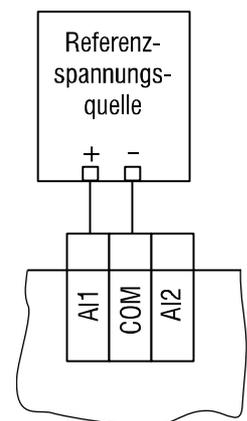

Fig. E.1
1. Schliessen Sie eine Referenzsignalquelle mit der Genauigkeitsklasse mindestens 0,05 an den Eingang (Abb. E.1) an.